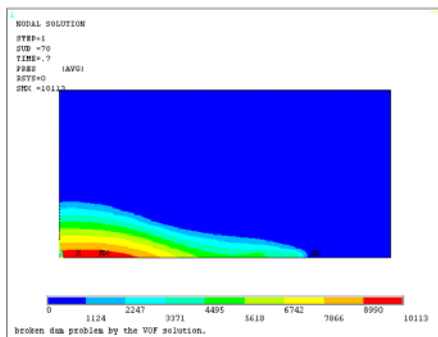

图 7-70 流体压力场分布等值线图
③在“Item to be contoured”列表框中依次选择 DOF Solution→Pressure，单击“OK”按钮，ANSYS 窗口将显示如图 7-70 所示的流体压力场分布等值线图。